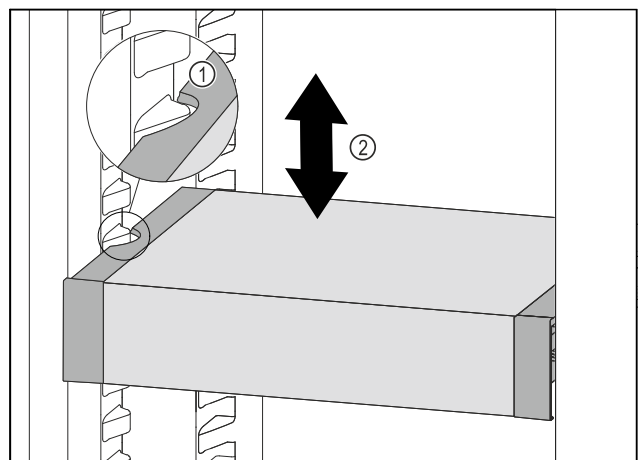

Fig. 78
- VarioSafe nach vorne ziehen, bis sich die seitlichen Aussparungen des VarioSafes auf Höhe der Behälterrippe im Kühlteil befinden. Fig. 78 (1)
- VarioSafe im Kühlteil nach oben oder unten bewegen, bis gewünschte Höhe erreicht ist. Fig. 78 (2)